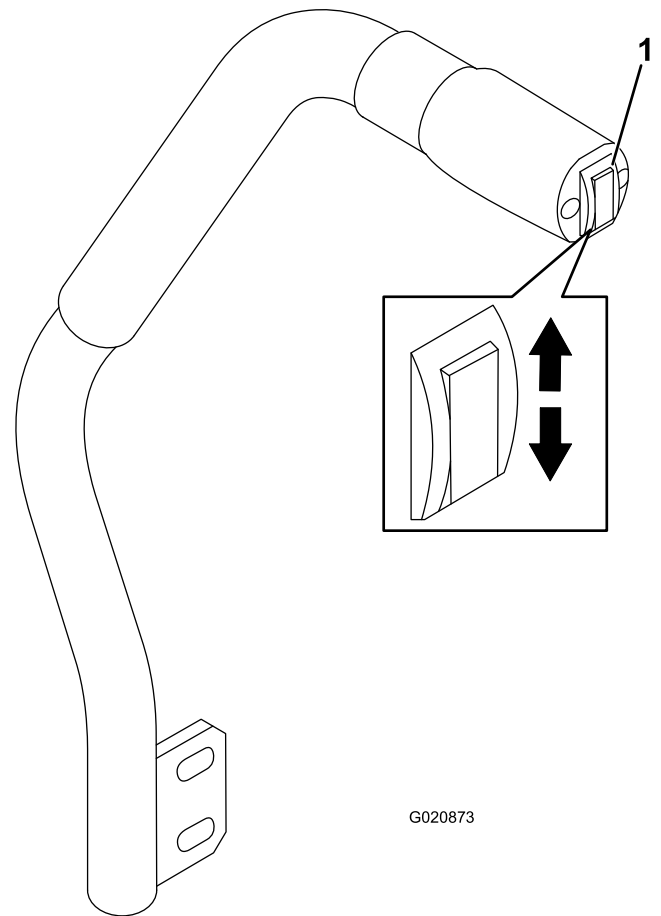

Рисунок 22
Подъем и опускание режущего блока производится с помощью переключателя подъема деки (Рисунок 22). Рычаг можно использовать только при работающем двигателе.
- Чтобы опустить режущий блок, нажмите переключатель подъема деки вниз (Рисунок 22).
- Чтобы поднять деку газонокосилки, нажмите переключатель подъема деки вверх (Рисунок 22).
1. При работающем двигателе нажмите переключатель подъема деки вверх, пока режущий блок не поднимется полностью, и **немедленно отпустите переключатель** (Рисунок 22).